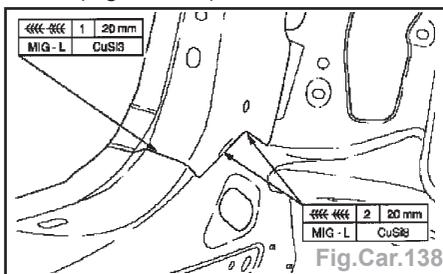

Fig.Car.138
- Souder au MIG le panneau arrière intérieur (Fig.Car.138).